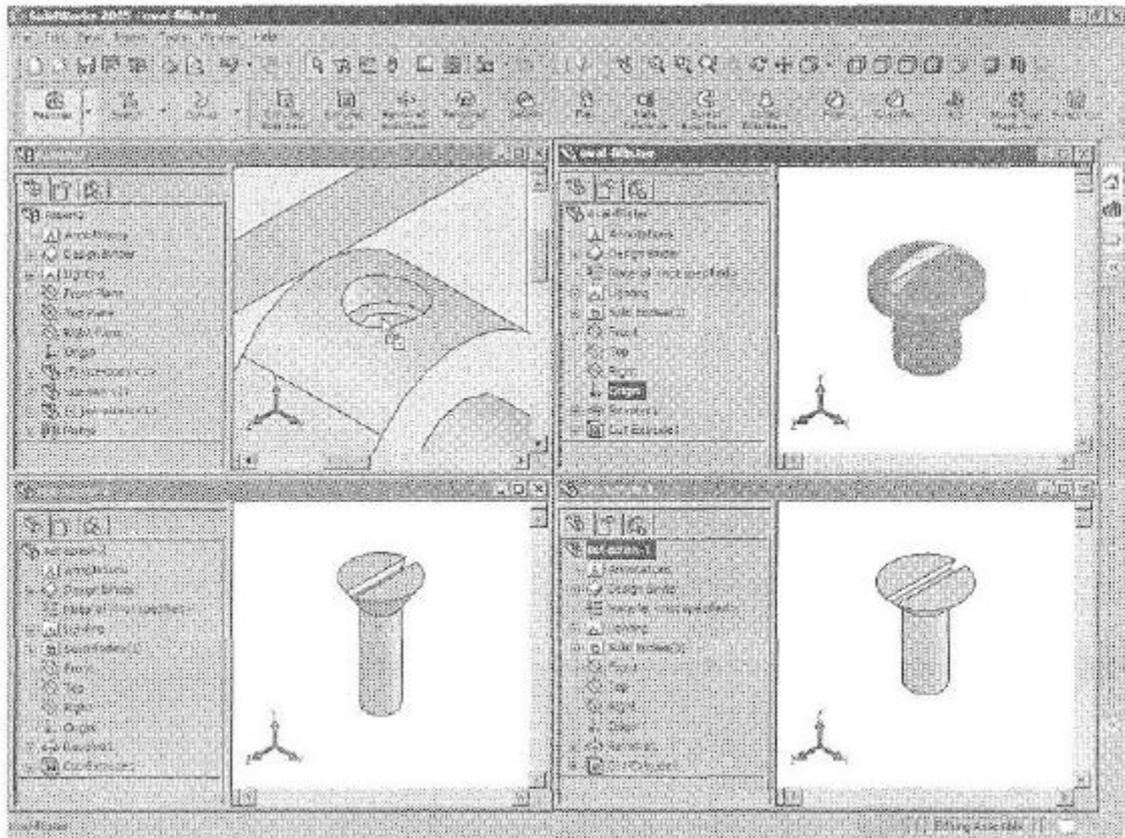

Рис. 5.28. Перетаскивание фиксирующего винта в сборку с использованием сопряжений на основе элементов
3. Выделите элемент Revolve1 в дереве конструирования FeatureManager для документа детали Oval Fillisters (Фиксирующий винт). Перетащите компонент в сборку (рис. 5.28).